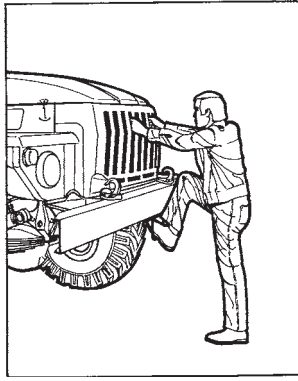

Рис. 3. Прием использования подножки и ребер облицовки радиатора при подъеме на бумпер и спуска с него
3. Чтобы подняться на бугор автомобиля или спуститься с него, используют подножку, центральное и крайнее левое (по ходу автомобиля) ребра облицовки радиатора, имеющие на внутренней стороне вкладыши (рис. 3).